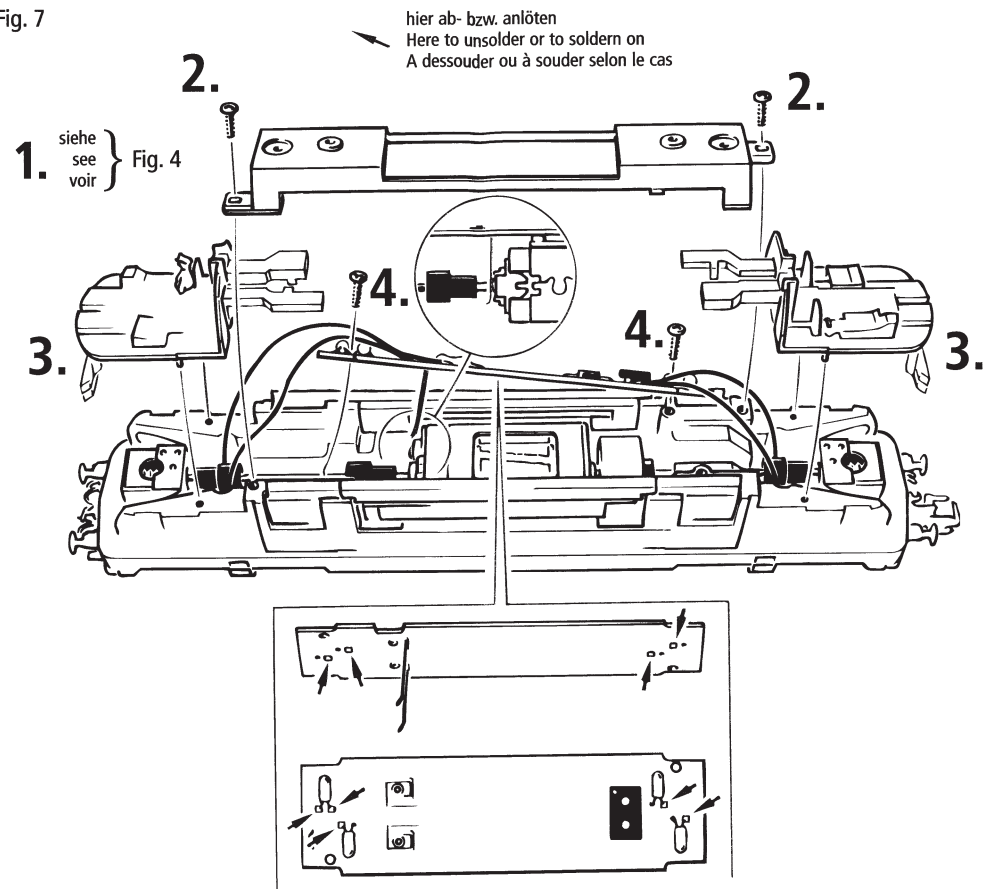

Fig. 8
4. Haftreifenwechsel: Zuerst den Getriebedeckel abnehmen (Fig. 5). Danach den **Radsatz** herausnehmen und den **Haftreifen** mit einer Nadel oder einem feinen Schraubendreher abziehen (Fig. 8). Beim Aufziehen des neuen Haftreifens bitte darauf achten, dass dieser sich **nicht verdreht**.
4. Cambio de las gomas de tracción: levantar la tapa de engranajes (fig. 5) tomar el conjunto de ruedas y cambiar las ruedas de tracción usando un alfiler o un destornillador fino (fig. 8).
4. Change of traction tyre: Remove **gear cover** (fig. 5). Take out **wheel set** and remove **traction tyre** using a pin or a fine screwdriver (fig. 8). When pressing on the new traction tyre please **avoid twisting** it.